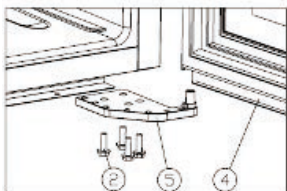

Figura 3
- Remova a tampa ①. [Figura 3]